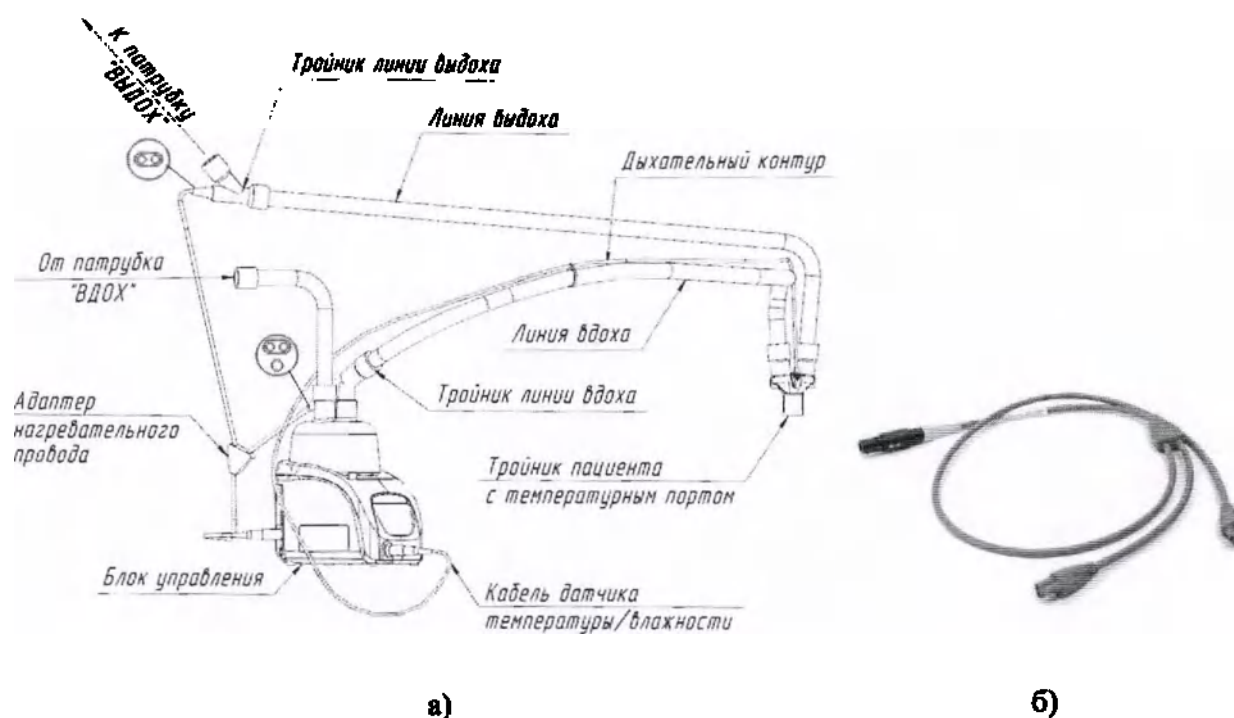

Рисунок 9 – Дыхательный контур с двумя линиями нагрева (а)
10) Подключите чёрный разъем адаптера нагревательного провода к гнезду на левой стороне блока управления (см. рис. 2а), а разъем в форме листа клевера – к гнезду тройника линии вдоха. При использовании контуров с двумя линиями нагрева подключите овальный разъем к гнезду тройника линии выдоха (см. рис. 9а).
Дыхательные контуры с двумя линиями нагрева (см. рис. 9а) оборудованы двумя нагревательными проводами, расположенными в линиях вдоха и выдоха. В таких контурах влагосборники не используются. Соответствующий адаптер нагревательного провода (рис. 9б) имеет два разъёма для подключения к тройникам дыхательного контура: разъём в форме листа клевера подключается к гнезду тройника линии вдоха, а овальный разъём – к гнезду тройника линии выдоха. Подробная инструкция по подключению адаптера нагревательного провода представлена в разделе 2.2.